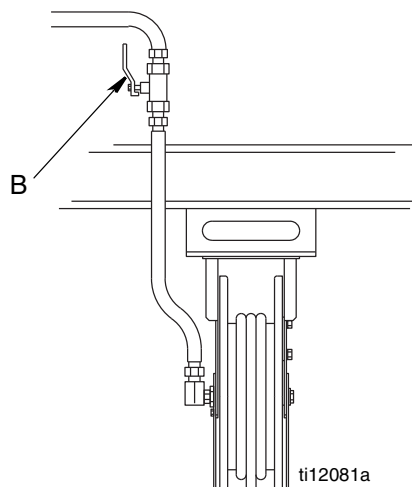

図 3
1. 各ディスペンス位置で流体シャットオフバルブ（図 3、B）を閉じます。